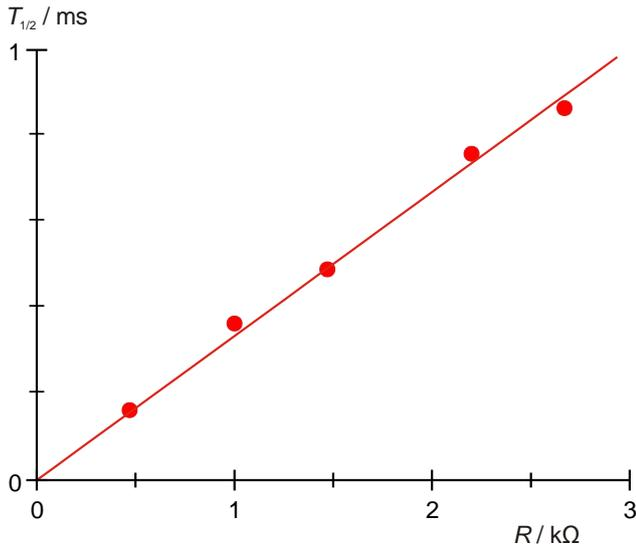

Fig. 5: Tempo di dimezzamento $T_{1/2}$ in funzione della resistenza R
- Registrare in un diagramma i tempi di dimezzamento $T_{1/2}$ risultanti dalla Tab. 3 rispetto alle resistenze ohmiche R e adattare la retta di origine (Fig. 5).
- Per verificare l'equazione (3) determinare dall'incremento lineare m_C la capacità C .
- Registrare in un diagramma i tempi di dimezzamento $T_{1/2}$ risultanti dalla Tab. 5 rispetto ai prodotti $R \cdot C$ e adattare la retta di origine (Fig. 5).
- Per verificare l'equazione (3) determinare dall'incremento lineare m il fattore di proporzionalità $\ln 2$.